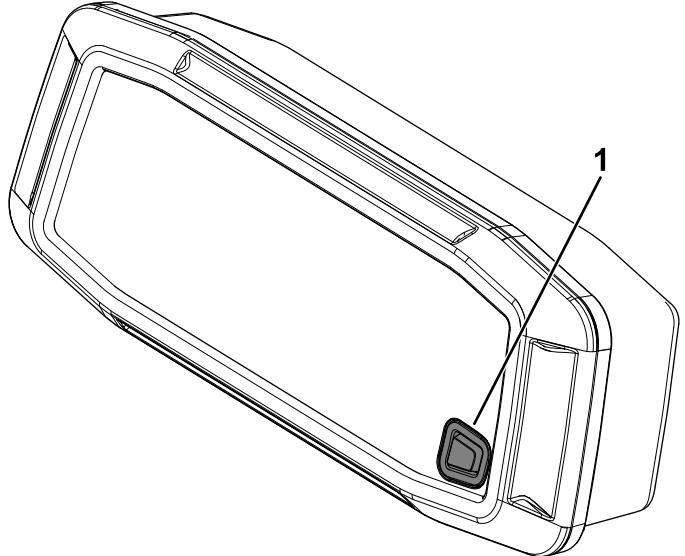

図 91
3. エンジンを始動し、ブレーキを解除した状態で、ディスプレイのボタンを 10 秒間長押しする図 91。